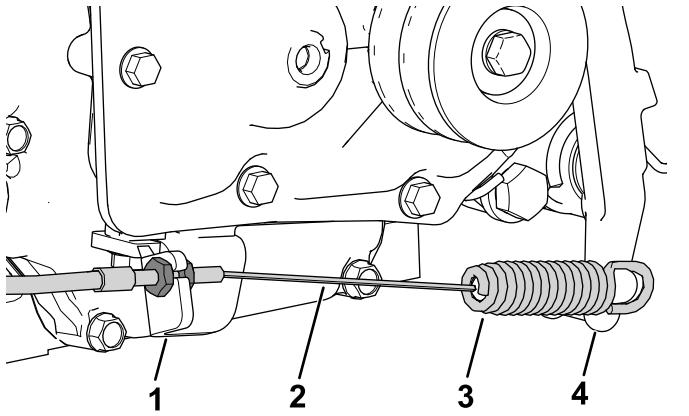

Figura 6
6. Instale o cabo da embraiagem na placa da embraiagem (Figura 6).
11. Instale a extremidade da mola do cabo de embraiagem na alavanca da embraiagem (Figura 6).